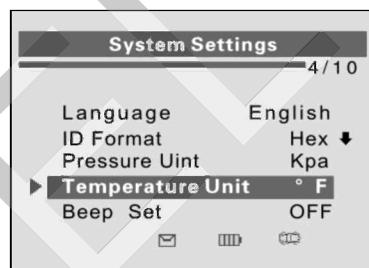

Рисунок 2-8
- 1) В окне **System Settings** [Параметры системы] с помощью кнопок прокрутки вверх/вниз выберите пункт **Temperature Unit** [Единица измерения температуры], а затем нажмите кнопку **Y**. См. рисунок 2-8.